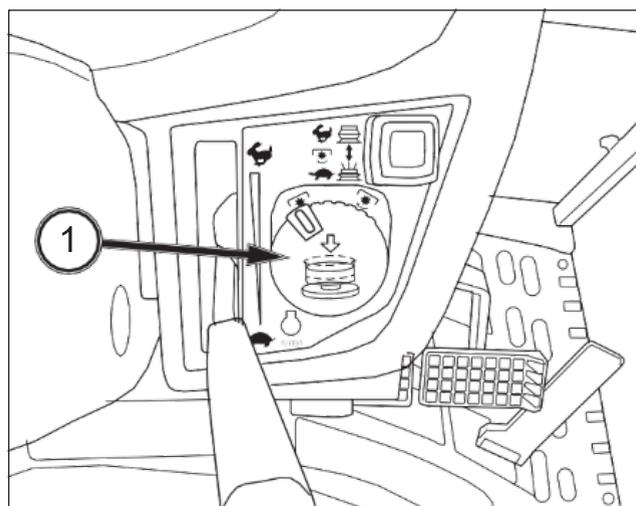

FIG. 61
FIG. 61 y 62: Para seleccionar la TDF trasera. Asegúrese de que el interruptor de la TDF (1) esté en la posición OFF (parada). A continuación, desplace la palanca de control de la TDF trasera (2) hasta la posición delantera (540 rpm).